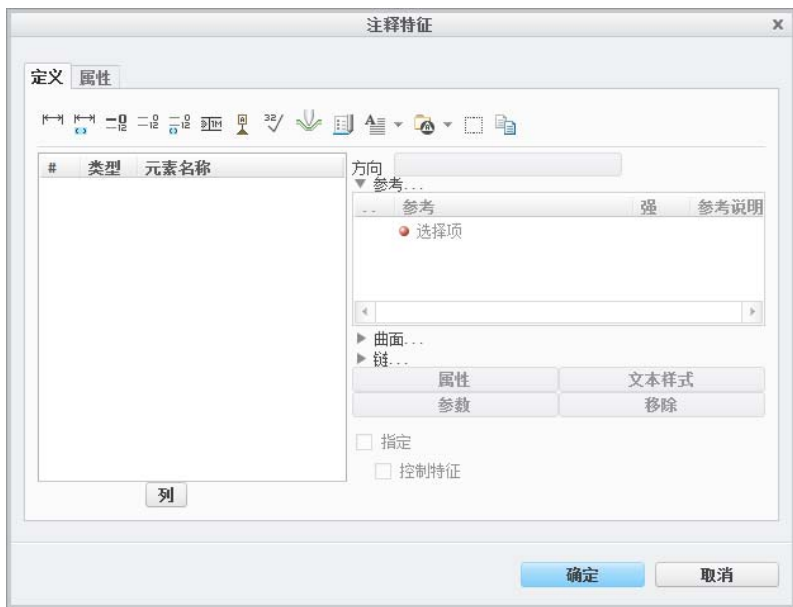

图 5.4.5 “注释特征”对话框
Step2. 在功能选项卡区域的 **注释** 选项卡中单击“注释特征”按钮 ，系统弹出图 5.4.5 所示的“注释特征”对话框。